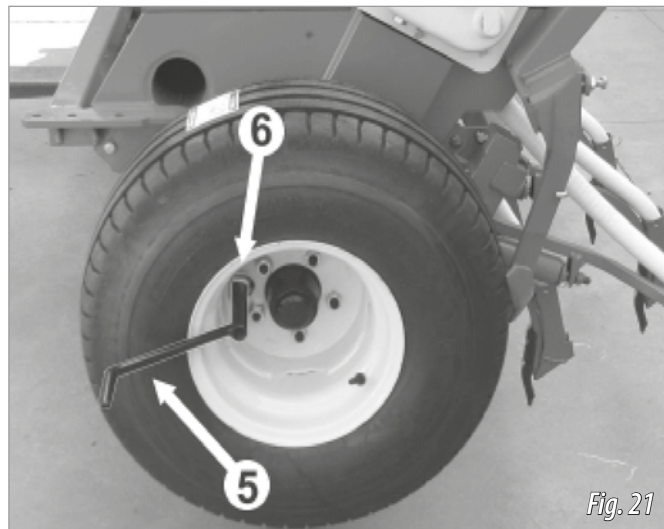

Fig. 21
3) Mettere la manovella (5,fig.21) nel perno di alloggiamento (6, fig. 21) della ruota sinistra. Fare alcuni giri per caricare i distributori, fino a che il concime non inizia a cadere. Il modello TRI-294/R-ESP non è equipaggiata della manovella quindi si dovrà girare la ruota manualmente. Svuotare il vassoio nella tramoggia e riporlo sotto i distributori. Iniziare la prova girando la ruota secondo la tabella seguente: